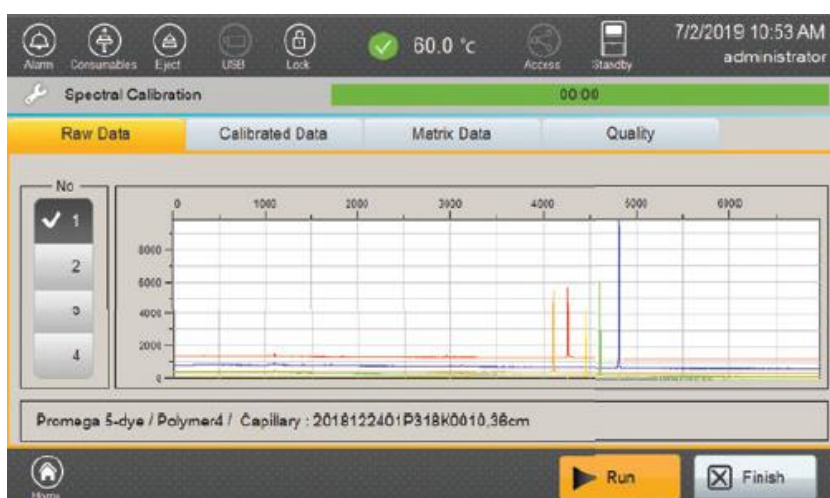

図 53 Spectral calibration “Raw Data” tab 画面
- Raw Data タブ (図 53) を選び、それぞれのキャピラリーの **raw data** を確認します。画面左のリストから確認したいキャピラリーを選択します。 アルゴリズムによって、考慮される蛍光標識フラグメントの最小ピークは、500 Relative Fluorescence Units (RFU) です。この値以下のピークを持ったキャピラリーは **spectral calibration** が失敗となります。また、ピークがサチュレーションしていないことを確認してください。(raw data の最大 RFU 値は、32767RFU です) もしサチュレーションを起こしている場合、**spectral calibration standards** を希釈してください。